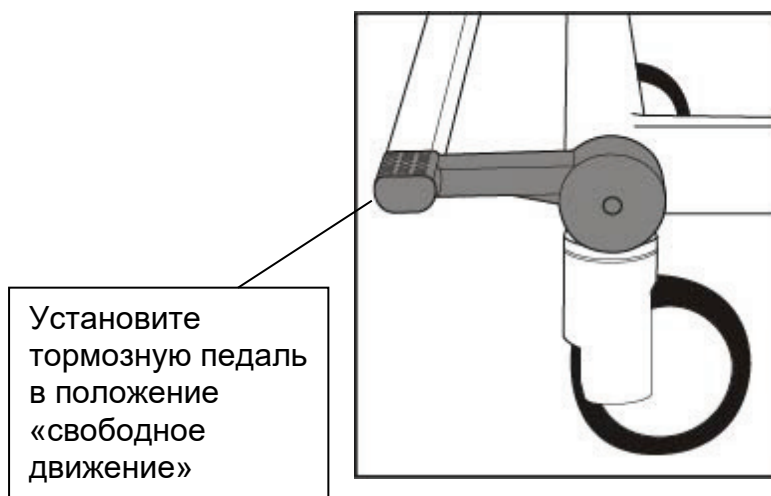

Рис. 2 — положение «свободное движение»
2. Убедитесь, что тормоза разблокированы, а педаль тормоза находится в положении «свободное движение». (См. рис. 2)